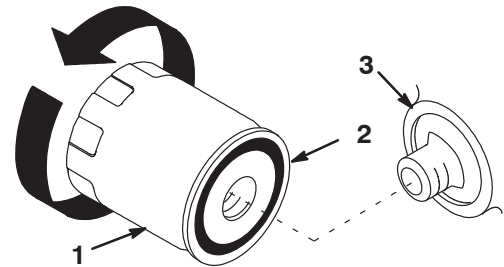

Figure 20
9. Changez le filtre à huile au besoin (Fig. 20).
2. Déposez le filtre à huile usagé et essuyez la surface du joint de l'adaptateur (Fig. 20).
3. Appliquez une fine couche d'huile propre sur le joint en caoutchouc du filtre de rechange (Fig. 20).
4. Posez le filtre à huile de rechange sur l'adaptateur. Tournez le filtre dans le sens horaire jusqu'à ce que le joint rejoigne l'adaptateur, puis donnez 1/2 à 3/4 de tour supplémentaire (Fig. 20).